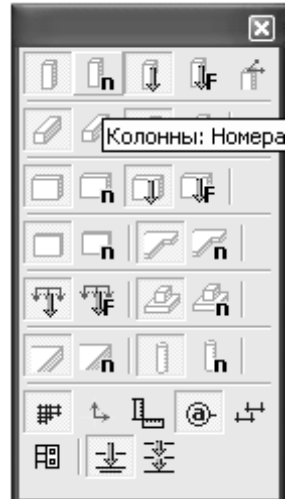

Рис. 1.7. Панель инструментов **Визуализация**
8. Для відображення нумерації колон натисніть кнопку  на панелі інструментів **Визуализация** (рис. 1.7), якщо цієї панелі інструментів немає, то натисніть кнопку .